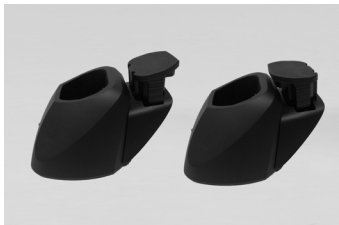

Fig. 25
1. Batteriet enligt bild (Fig. 25) med kontaktarna isatta underifrån. Går att sätta i från båda hållen.